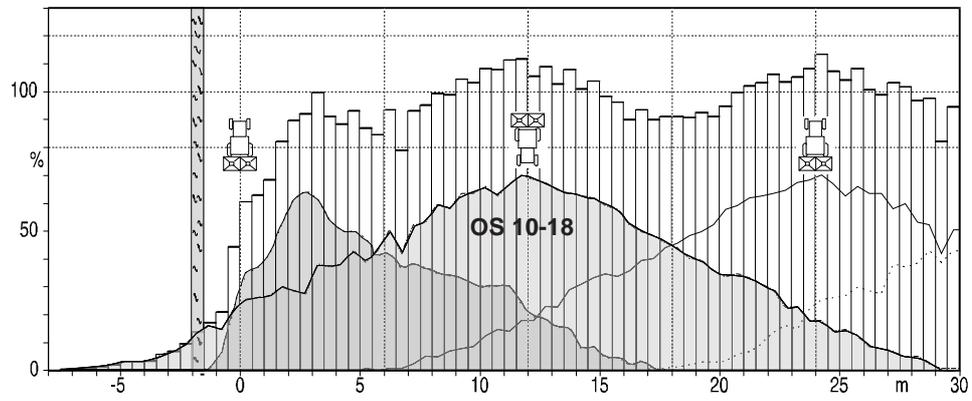

Fig. 4.3
- Sitúan las rodadas a distancias de 10 ó 12 m (figs. 4.3 y 4.4)
Así p.ej. es adecuado el abonado a 1,5 m del borde (con pantalla limitadora) para distancias de 18 m entre rodadas, sin que se lance nada de abono más allá del límite de la parcela. Sin embargo si se trabaja con la misma posición de las paletas para distancias de 12 ó 10 m entre rodadas, (con algunos tipos de abonos, p.ej. NAC®, es posible conseguir una distribución transversal óptima con la misma posición de las paletas para 10-18 m de anchura de trabajo), los discos OS 10-18 lanzan una cantidad de abono considerable en el retorno más allá del borde (aprox. 4,5 a 6,5 m)(ver fig. 4.3).